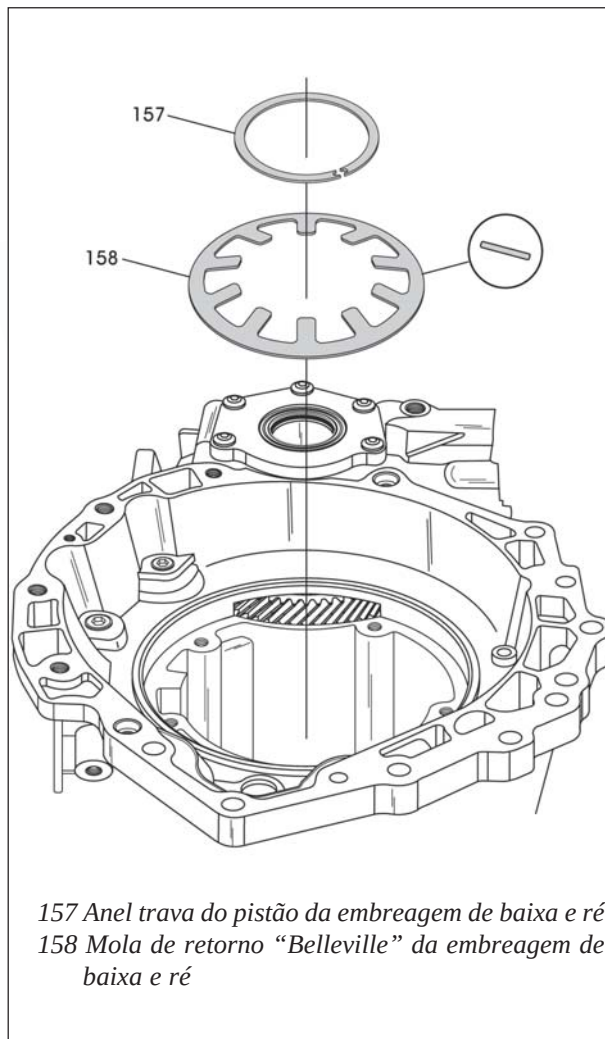

Figura 112
46. Instale a mola “belleville” de retorno do pistão da embreagem de baixa e ré na direção mostrada na figura 112.
47. Comprima a mola de retorno utilizando o compressor universal de pistões, e instale o anel trava, conforme mostra a figura 112.